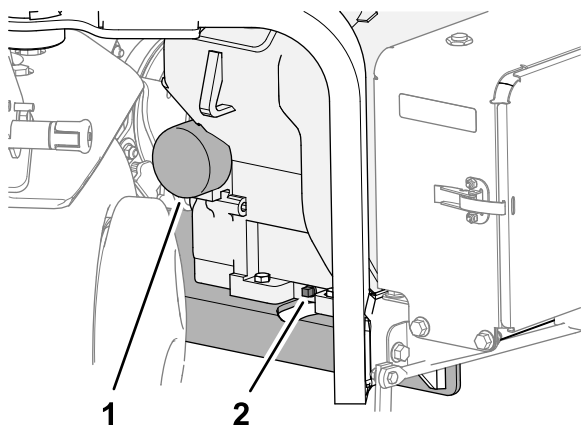

Figura 161
- Collocate una bacinella sotto al tappo di spurgo dell'olio e rimuovete il tappo (Figura 161).
- Collocate una bacinella di spurgo bassa sotto il filtro dell'olio e togliete il filtro (Figura 161).
- Inserite il filtro dell'olio sul relativo adattatore in modo che la guarnizione sia a contatto con l'adattatore del filtro (Figura 161), quindi serrate il filtro di un ulteriore 1/2 giro.